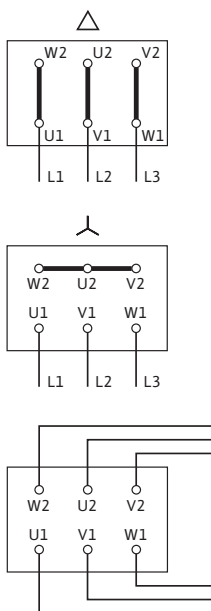

Fig. 43: Mrežni priključak
Dijagram priključka za električni priključak se nalazi u poklopcu priključne kutije (vidi takođe Fig. 43).
- Mrežni priključak na priključnoj ploči zavisi od snage motora P2, od mrežnog napona i vrste uključivanja. Potrebno povezivanje veznih mostova u priključnoj kutiji preuzeti iz sledećeg nabrajanja „Tab. 4: Raspored priključnih stezaljki” na strani 17 kao i Fig. 43.